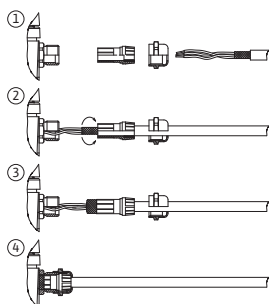

Fig. 25: Ernyőfeltét
Az árnyékolást az elektronikamodulon lévő kábelátvezetéshez kell csatlakoztatni. Lásd: Fig. 25.
A digitális bemenetek, az analóg bemenetek és a buszkommunikáció kábeleit a kábelátvezetések (Fig. 19, 4., 5. és 6. poz.) fémkábel-csavarzataival kell árnyékolni. Az árnyékolást lásd: Fig. 25.
1. A horgokat (Fig. 25) óvatosan nyissa ki egy szerszám (pl. csavarhúzó) segítségével.